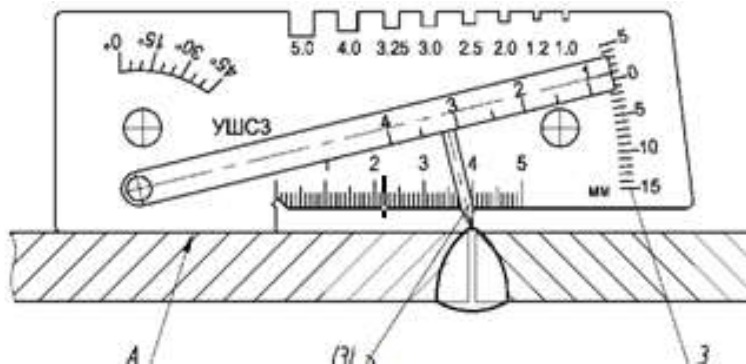

Рис.6.Схема применения УШС-3 высоты выпуклости корня стыкового одностороннего шва
4.2.3 Измерение высоты выпуклости корня стыкового одностороннего шва (рис.6)